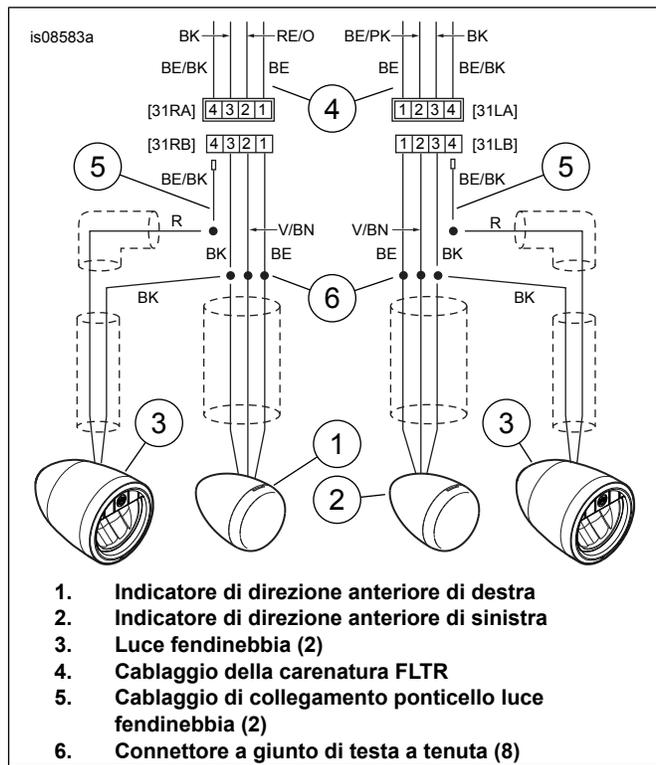

Figura 5. Schemi elettrici, Luci fendinebbia ogivali a LED per modelli Road Glide.
5. Utilizzare un connettore a giunto di testa (11) prelevato dal kit per fissare il cablaggio del connettore viola/marrone (V/BN) al filo viola/marrone (V/BN) dall'indicatore di direzione. Vedere Figura 5, punto 6. Utilizzare un secondo connettore a giunto di testa a tenuta per fissare il cablaggio del connettore blu (BE) al filo blu (BE) dall'indicatore di direzione. In questa fase, lasciare i fili neri (BK) tagliati.
- b. Tagliare il filo nero (BK) all'interno dell'apertura più lontana rispetto alla luce fendinebbia. Tirare il filo nero (BK) in eccesso dall'estremità della guaina del filo.
- c. Vedere Figura 5. Utilizzare un connettore a giunto di testa a tenuta per fissare il filo nero (BK) della luce fendinebbia ai fili neri (BK) dell'indicatore di direzione tagliati in precedenza.